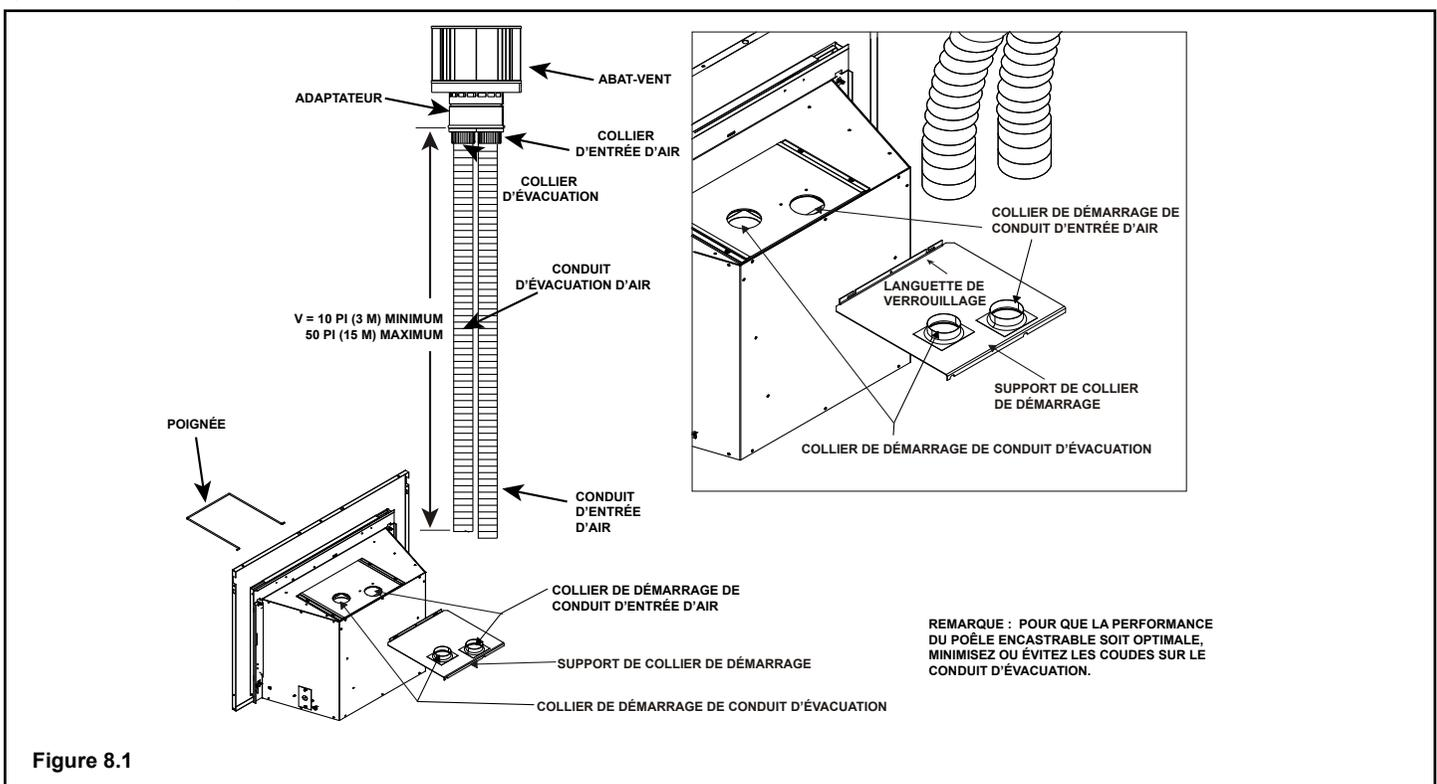

Figure 8.1
- Utilisez 3 vis pour fixer la section du tuyau d'entrée d'air dans le collier d'entrée d'air sur la plaque coulissante. Voir la Figure 8.1. **REMARQUE :** La plaque coulissante de collier peut être déposée du poêle afin de faciliter l'installation.
- Fixez la plaque coulissante de collier sur le poêle en plaçant la poignée verrouillable en place au moyen des languettes de verrouillage (voir Figure 8.1) et fixez-la avec des vis n° 8.